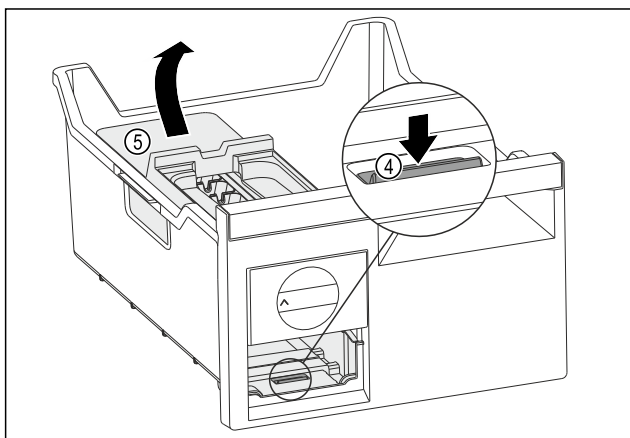

Fig. 121
- ▶ Wymowanie korpusu EasyTwist-Ice: Nacisnąć nakładkę Fig. 121 (4) palcem w dół i jednocześnie podnieść korpus EasyTwist-Ice Fig. 121 (5) od tyłu drugą ręką.